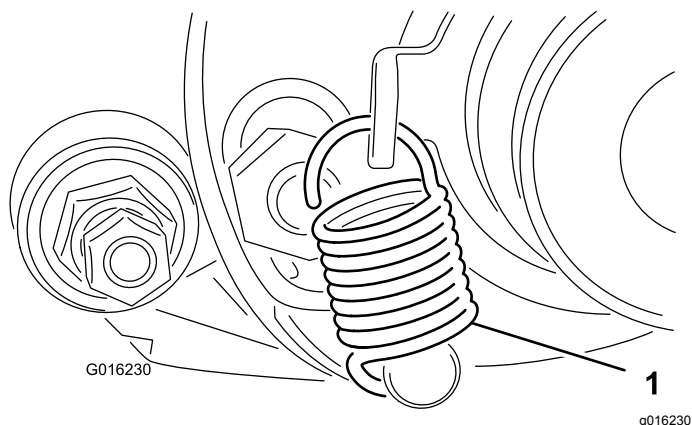

Рисунок 15
35. Поворачивайте натяжной шкив до тех пор, пока пружину отводного рычага не удастся зацепить за отверстие в кронштейне шкива и за шпильку, как показано на Рисунок 15.